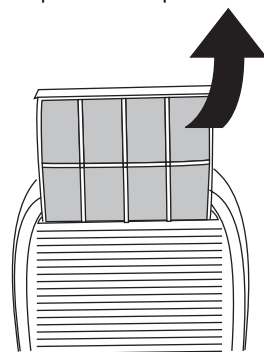

fig. 6
- Para retirar o filtro do ar, extraia-o do lugar, puxando-o conforme indicado na Fig. 6.